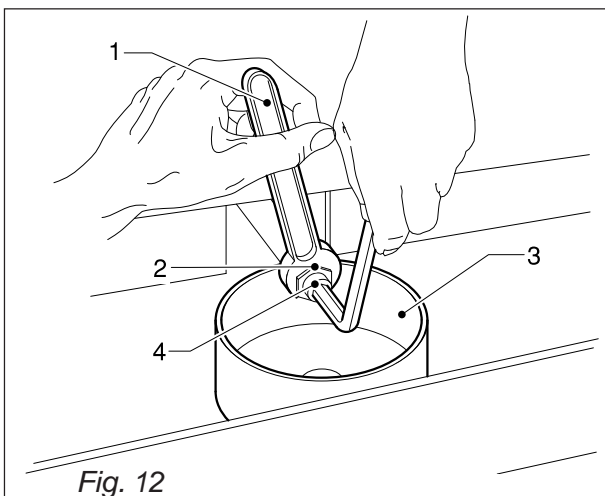

Fig. 12
- Contrôler et nettoyer aussi la cuvette d'évacuation 3 (Fig.12) en enlevant les restes des fonds de café éventuellement présentes, à l'aide d'une petite cuillère.
- Bloquer avec une clé 1 le raccord 2 (Fig.12) placé au-dessus de la cuvette d'évacuation 3 et en même temps desserrer, de trois tours au maximum, la vis à hexagone encaissé 4.